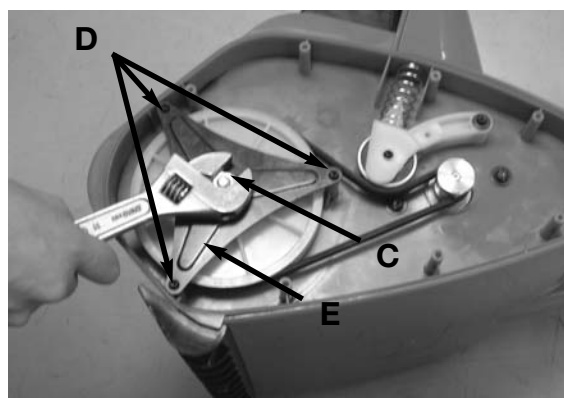

Fig. 8
2. Extraiga la brida de bloqueo (C) y los 3 tornillos (D) de la cubierta de la cinta (E) utilizando una herramienta Torx #T20 o un destornillador de cabezal plano. (Fig. 8)
4. Pase la cinta alrededor de la polea de transmisión (Fig. 8). Tire del dispositivo de tensión para alejarlo de la polea de transmisión e instale la cinta alrededor de la polea de transmisión.